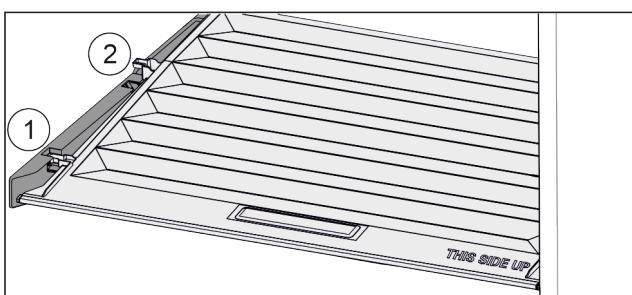

Fig. 114
- ▶ Потянуть крышку до отверстия в поддерживающих деталях вперед Fig. 114 (1).
- ▶ Поднять сзади снизу и извлечь Fig. 114 (2) движением верх.